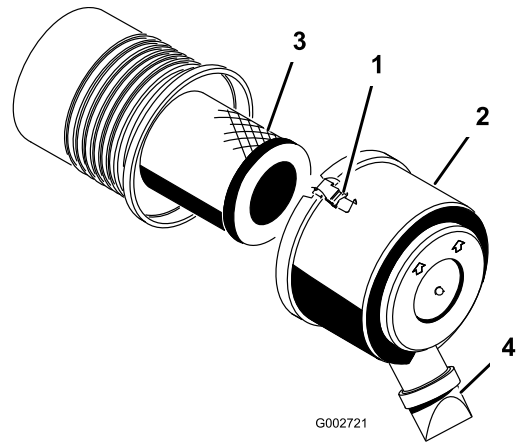

图29
1. 松开将空气滤清器盖固定到空气滤清器壳体上的搭扣（图29）。